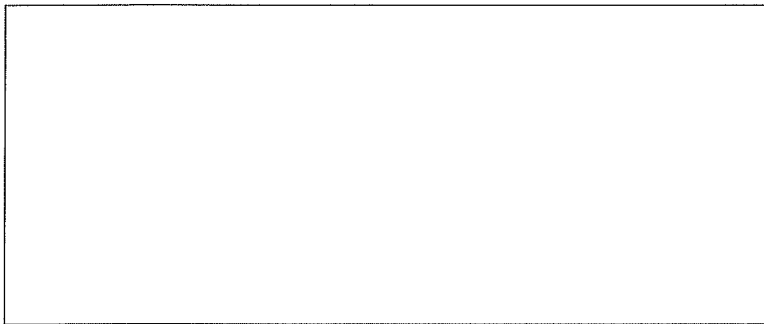

Рис. 59
**ГЛАВНЫЙ ПЕРЕКЛЮЧАТЕЛЬ (QS Рис. 59)**
**КНОПКА «ПУСК» (SB8 Рис.59)**
**КНОПКА РЕЖИМА «ПОДЪЕМ» (SB1 Рис. 59)**
**КНОПКА РЕЖИМА «ОПУСКАНИЕ» (SB2 Рис. 59)**
**КНОПКА «СТОП» (SB3 Рис. 59)**
**КНОПКА РЕЖИМА «ПОДЪЕМ» подъемного стола (SB4 Рис. 59)**
**КНОПКА РЕЖИМА «ОПУСКАНИЕ» подъемного стола (SB5 Рис. 59)**
**КНОПКА ОТКЛЮЧЕНИЯ ОГРАНИЧИТЕЛЬНОГО ВЫКЛЮЧАТЕЛЯ подъемного стола (SB6 Рис. 59)**